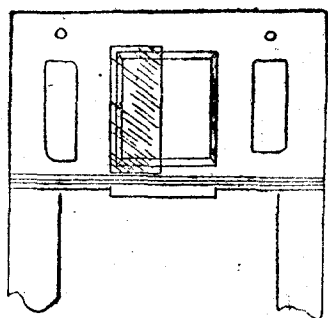

图6 玻璃鏡順擋一面
3、順擋一面：在爐門上順擋一块玻璃鏡，此法較為常用。一般是擋在边凉的一面，与三角磚的方向相同（但在特殊情况下，可以与三角磚的方向相反）（图6），使凉（溫度低）的一面不直接受到冷风的襲击，然后再經過三角磚的反射作用，使凉的一面慢慢可以轉为热边，或者使边不再向凉发展。因为玻璃在引上时，溶液通过槽口升起，如引上時間过长，溶液靠在槽唇上挂勁的一面为凉边，不挂勁的一面即为热边，假設将凉的一面擋热，也可叫热边。